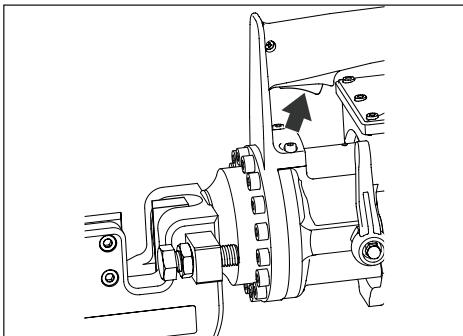
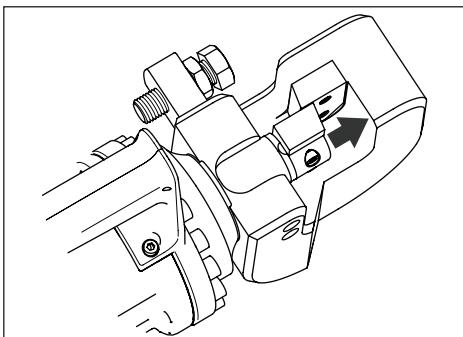

图 2, 扳机式开关
图 3, 柱塞和刀片完全伸出
- 按下并按住扳机开关，可使柱塞前进并使移动刀片向前滑动。请参见图 2 和图 3。